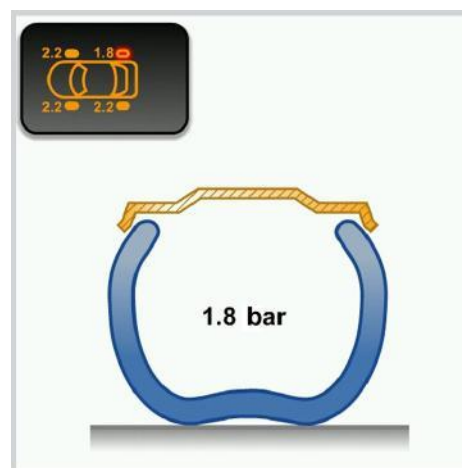

Figure 59. Le pneumatique est sous gonflé.
- le pneumatique est sous gonflé (figure 59),